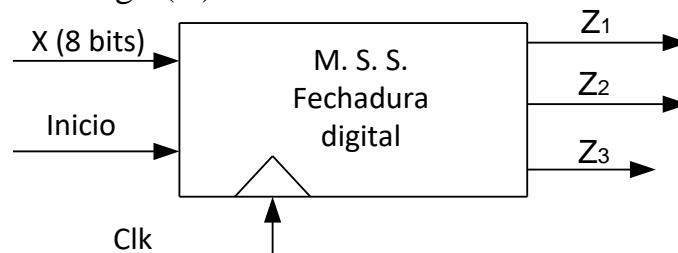

Figura 9 – Esquema da fechadura digital.
**9Q:** Usando funções MSI, FF's e portas, projete uma **fechadura digital** ( ver figura 9 – esquema) que se a seqüência **50, 100 e 200** for feita à tranca se abre (saída  $Z_3=1$ ) caso contrário à tranca não se abre (saída  $Z_3=0$ ). Duas saídas  $Z_1$  e  $Z_2$  mostram se a seqüência está correta. Quando  $Z_1=1$  e  $Z_2=0$  a **seqüência está errada**; quando  $Z_1=0$  e  $Z_2=1$  a **seqüência está correta**; quando  $Z_1=Z_2=0$  **início da seqüência** deve ser introduzida; quando  $Z_1=Z_2=1$  é **fim da seqüência** e está correta. A entrada X de 8 bits é usada para gerar a seqüência (entrada BCD). A **variável início**=0, a fechadura está trancada; para início=1, começa a leitura do código (X). A variável *início* é síncrona.